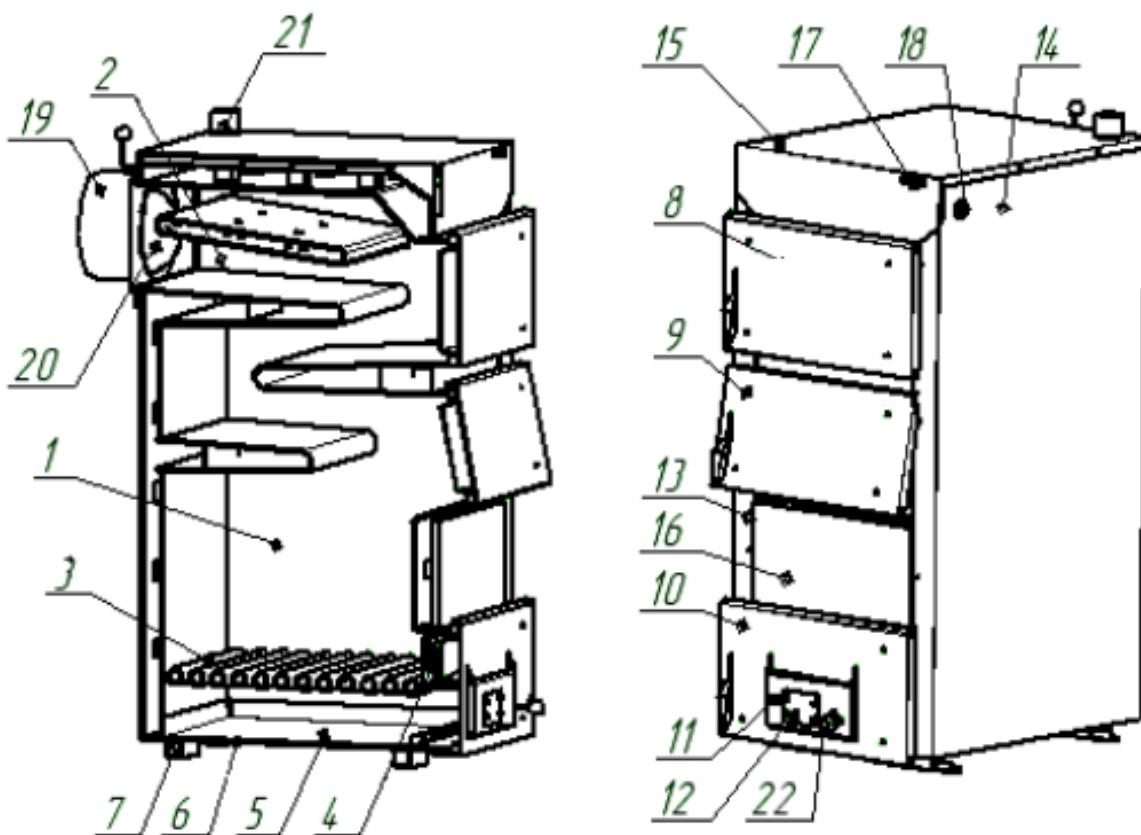

Рисунок 1. Котел опалювальний
завантаження припинити на термін 15-20 хвилин для зайнання палива. Після завантаження, закрити завантажувальні дверцята, заслінку на дверцях зольника відкрити за допомогою ручки регулювання доступу повітря поз.12 (рисунок 1) .
7.1.4 Регулювання температури води у котлі проводиться за допомогою шиберу поз.20 (рисунок 1) та заслінки поз.11 (рисунок 1). Для збільшення температури необхідно відкрити шибер та заслінку, для зменшення — повністю або частково закрити шибер та заслінку.
При обладнанні котла регулятором тяги регулювання температури води проводиться за допомогою шиберу поз.20 (рисунок 1) та регулятора тяги. Для збільшення температури необхідно відкрити шибер та встановити ручку управління регулятора на позначку більш високої температури, для зменшення